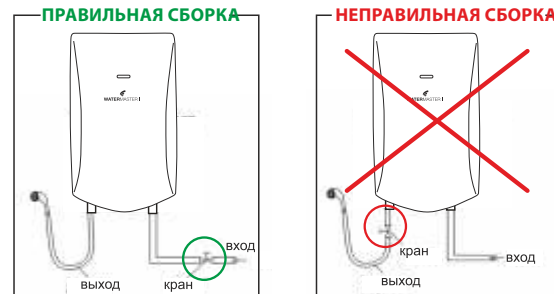

Рис. 14
4. Кран перекрывающий подачу холодной воды необходимо установить перед её входом в водонагреватель. Запрещается установка перекрывающего крана на выходе горячей воды из водонагревателя. (Рис.14)